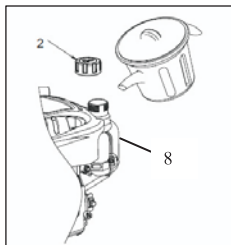

Fig 5
1. Retire la tapa del depósito de combustible (2).
2. Añada combustible por debajo del límite de nivel de combustible en el cuello del depósito de combustible (8) (consulte la Fig. 5).
5. Capacidad (8) del depósito de combustible: 1,2 l (0,317 galones estadounidenses, 0,263 galones británicos)